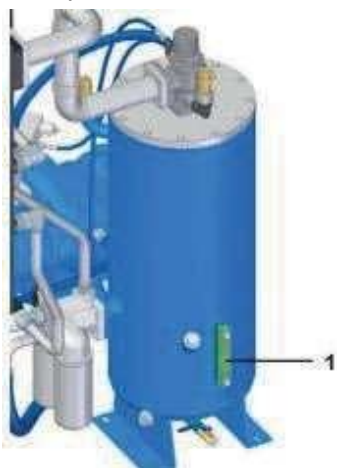

Рис. 31: Проверка уровня компрессорного масла через смотровое стекло
7. ➔ Проверьте уровень масла через смотровое стекло (Рис. 31 поз.1) и при необходимости долейте в соответствии с инструкциями, приведёнными в ☺ Разделе 7.4.2 «Проверка уровня / дозаливка компрессорного масла» на стр. 52.